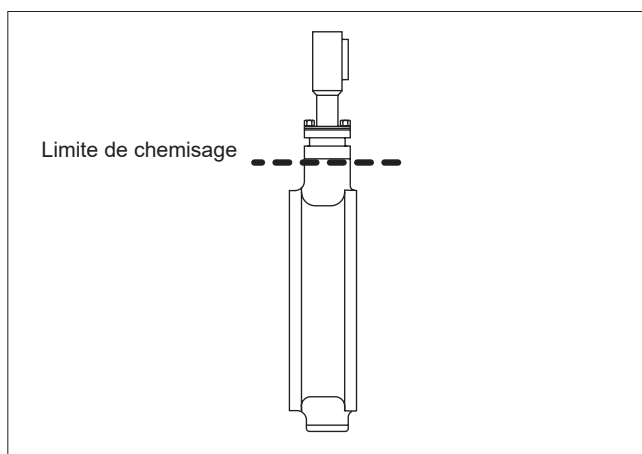

Fig. 9 Calorifugeage de la vanne
Au besoin, la vanne peut être calorifugée. Le chemisage ne doit pas dépasser le niveau supérieur du corps de la vanne. Cf. Fig. 9.
- Desserrer les écrous (25) et enlever les kits TA-Luft (44) les fers de retenue (42) et le fouloir (9).
- Extraire les garnitures (20). Attention à ne pas endommager les surfaces du logement des garnitures et de l'axe.
- Replacer les fers de retenue avec l'inscription UPSIDE sur le dessus (cf. figure 9).